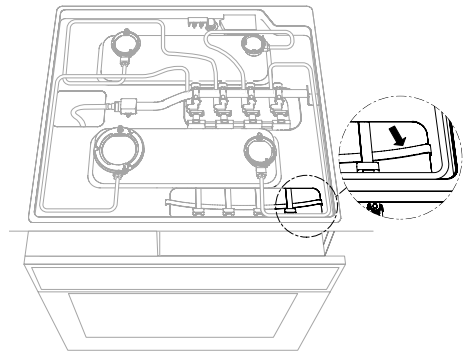

Abb. 8
- Den Transportschutz (Abb. 8) der Kardanverbindungen entfernen.